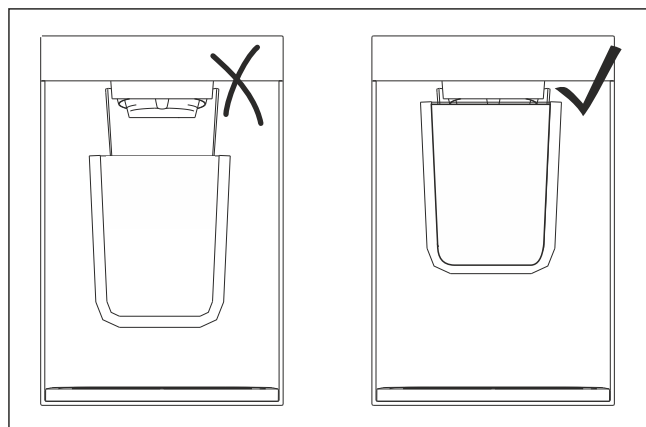

Fig. 101 Примерное изображение
- ▶ Удерживайте емкость максимально близко к раздаточному отверстию. (см. Fig. 101)